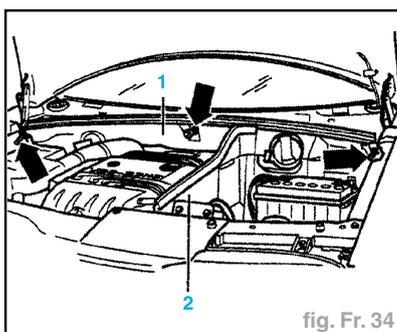

fig. Fr. 34
- Déposer le revêtement/guidage d'air (1) (fig. Fr. 34).